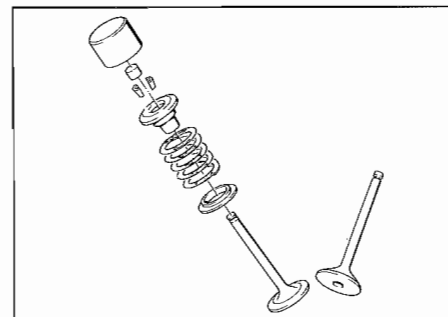

Fig. 50 - Valvole - Valves
- Facendo riferimento alla **Fig. 50**, dopo averne oliato i gambi, rimontare le valvole sulla testa eseguendo le medesime operazioni in senso inverso. Le molle, pur essendo tutte uguali, vanno montate con la parte a spire ravvicinate rivolta verso la testa-cilindri.
- Referring to **Fig. 50** and after having oiled the valve stem, refit valve on cylinder head following the same operation in reverse sequence. The spring, although being all the same, must be fitted with the part having the coils approached towards the cylinder head.